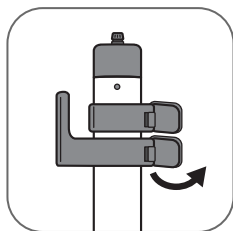

fig. 2
2. Tenez le mât de façon à ce que l'accroche cordon électrique soit à gauche. Vérifiez que les 2 clips du mât soient déverrouillés. **(fig. 2)**